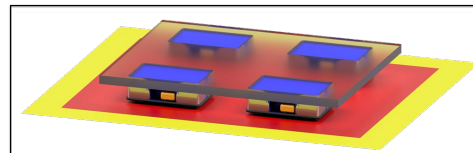

Abbildung 5: Schutz- und Warnfelder eines kooperativen Transports
- **Personensicherheit:** Die Fahrzeuge müssen sich selbst und die Last durch Schutzfelder absichern (Abbildung 5). Dabei dürfen sich die Fahrzeuge nicht gegenseitig als Gefahr erkennen.